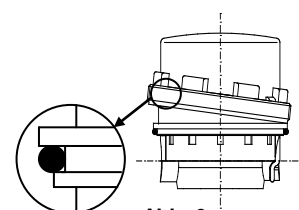

Abb. 6
- 2.6 **Überprüfen, ob die mit dem Messeinsatz mitgelieferten neuen O-Ringe richtig auf dem Messeinsatz sitzen. Falls dies nicht der Fall ist, müssen die O-Ringe in die vorgesehenen Nute am Zählereinsatz eingelegt werden (Abb.6). Der große O-Ring darf nicht, wie bei einigen Wettbewerbsfabrikaten in das UPT gelegt werden.**
- 3.7 Gewinding von Messkapsel ziehen. Dazu zunächst auf der den Aushebepolen gegenüberliegenden Seite anheben (siehe Abb. 6), dann über die Haken ziehen.